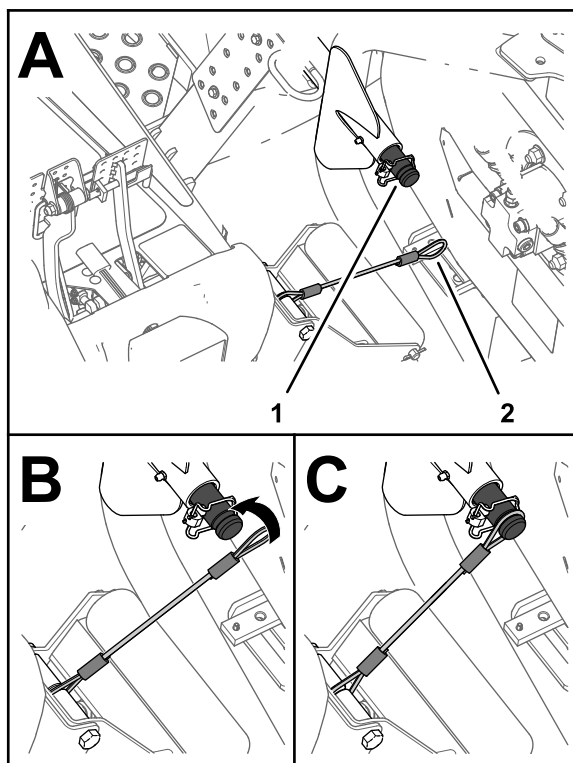

Bild 65
5. Fluchten Sie die Verbindungslaine zur Trägerwelle des Hubarms für das äußere Frontmähwerk aus (Bild 65).
6. Schieben Sie die Schleife der Verbindungsleine über die Trägerwelle, bis die Verbindungsleine fest in der Rinne der Welle sitzt (Bild 65).